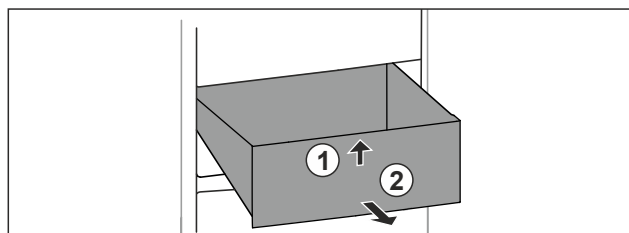

Fig. 20
- ▶ Nadzvedněte zásuvku vpředu. Fig. 20 (1)
- ▶ Vyjměte zásuvku dopředu. Fig. 20 (2)